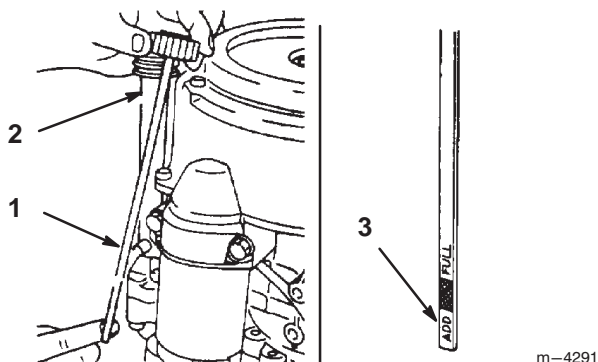

Figure 42
2. Nettoyez la surface autour de la jauge d'huile (Fig. 42) pour éviter que des impuretés s'introduisent dans le goulot de remplissage, ce qui risquerait d'endommager le moteur.
3. Dévissez la jauge d'huile et essuyez soigneusement l'extrémité (Fig. 42).
4. Remettez la jauge complètement dans le tube de remplissage sans la visser (Fig. 42). Sortez de nouveau la jauge et examinez l'extrémité. Si le niveau est bas, versez lentement une quantité suffisante d'huile dans le goulot de remplissage pour amener le niveau au repère du plein ("FULL").
6. Versez lentement environ 80% de la quantité d'huile spécifiée à la page 35 dans le goulot de remplissage (Fig. 42). Vérifiez le niveau d'huile (voir Contrôle du niveau d'huile, page 36). Faites l'appoint d'huile pour amener le niveau au repère du plein ("FULL") sur la jauge.